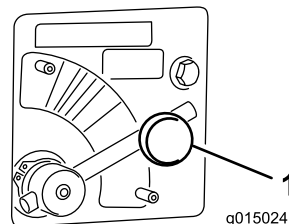

Figura 6
1. Afloje el pomo que sujeta la palanca de la válvula del rotor (Figura 6).
2. Mueva la palanca de la válvula del rotor a la posición del color deseado (Figura 6).
Mueva la palanca de la válvula del rotor a la sección **AZUL** (MAX SPEED - velocidad máxima) (Figura 6). La palanca debe estar horizontal al girarse totalmente en sentido horario.